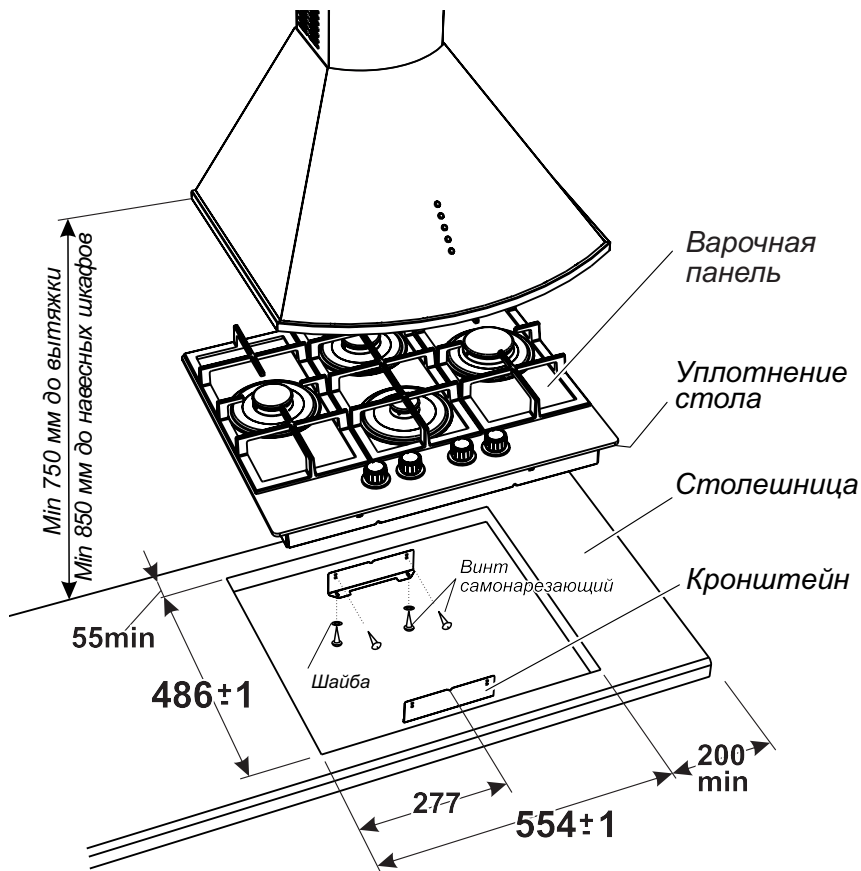

Рис. 5
1. Точно разметить на столешнице контур проема под панель варочную в соответствии с рис. 5.